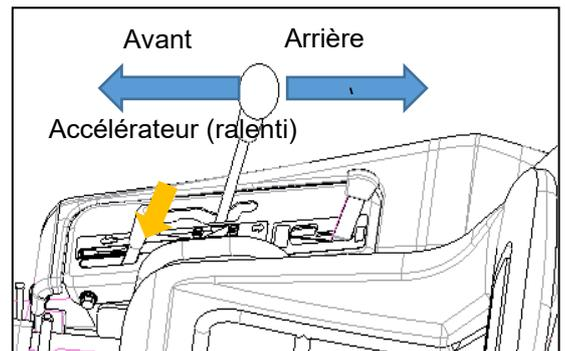

Figure 15
- Actionnez alternativement le levier de commande de vitesse à mi-course vers l'AVANT et l'ARRIÈRE pendant 10 secondes, puis replacez le en position neutre **(Figure 15)**.